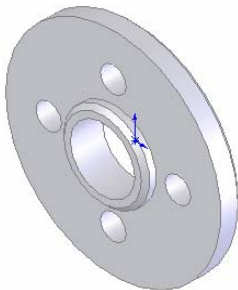

图 6-72 修改后的图形
④ 退出修改特征。单击“特征”工具栏中的“Instant3D”图标，退出 Instant3D 特征操作。此时图形如图 6-72 所示。